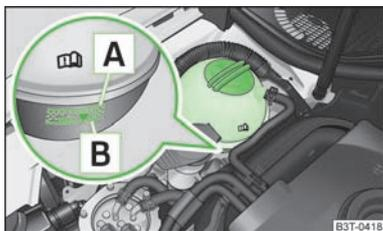

Fig. 145
Pour l'appoint, nous recommandons de n'utiliser que l'additif antigel dont la désignation figure sur le vase d'expansion du liquide de refroidissement » fig. 145.
- > Contrôlez le niveau du fluide de refroidissement dans le vase d'expansion de fluide de refroidissement » fig. 145. Le niveau de liquide de refroidissement doit se trouver entre les marques **B** (min.) et **A** (max.) quand le moteur est froid. Il peut légèrement dépasser la marque **A** (max.) quand le moteur est chaud.
- > Posez un chiffon sur le bouchon du vase d'expansion du fluide de refroidissement » fig. 145 et dévissez **prudemment** le bouchon.
Ne remplissez pas de fluide de refroidissement au-delà de la marque **A** (max.) » fig. 145 ! L'excédent de fluide de refroidissement s'échappe du système de refroidissement par le clapet de surpression du bouchon du vase d'expansion du fluide de refroidissement lorsque la température monte.